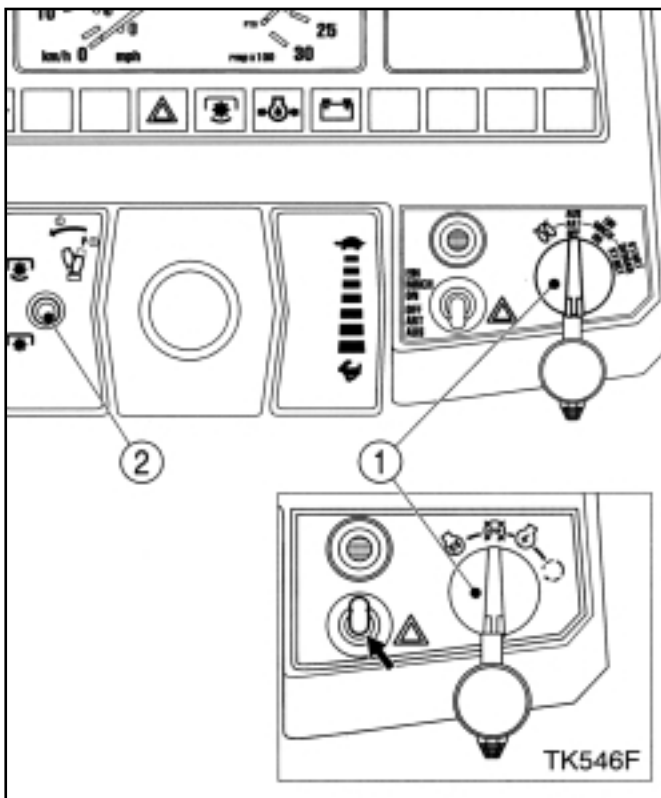

FIG. 37 / ABB. 37 / FIG. 37
2. Combinez les 2 pédales de frein (1) et poussez du pied sur le frein et mettez en même temps le frein à main (2).
3. Placez les leviers du changement de vitesse (3) au point mort.
4. Assurez-vous que le levier de la prise de force arrière (4) se trouve au point mort et que le contacteur (2) de la prise de force (voir Fig. 37) est dans la position ARR.
5. Enfoncez à fond la pédale d'embrayage principale (5) pour débrayer, excepté sur la version HST.
8. Placez les leviers (6) de l'attelage à la position la plus basse.
9. Tournez le démarreur (1) dans la Fig. 37 dans la position de préchauffage pendant 5 à 10 secondes.
11. Tournez le démarreur (1) dans la Fig. 37 vers la position MRCH pour 1 à 2 secondes et tournez-le ensuite dans la position DEMAR. Relâchez le démarreur dès que le moteur tourne.
2. Die Bremspedale (1) mit dem Riegel verbinden und kräftig drücken. Die Handbremse (2) anziehen.
3. Den Wählbereichs- und den Ganghebel (3) beide in die Leerlaufstellung bringen.
4. Sicherstellen, daß sich der Heckzapfwellenhebel (4) in der Leerlaufposition befindet und der Zapfwellenschalter gemäß Abb. 37 auf AUS (2) gestellt ist.
5. Das Haupt-Kupplungspedal (5) ganz durchdrücken, um die Kupplung auszurücken (für HST-Version nicht zutreffend).
8. Positions- und Zugregelungshebel (6) für das Heckhubwerk in die Absenkenposition bringen.
9. Den Zündschalter (1) gemäß Abb. 37 links für 5 - 10 Sekunden auf VORGLÜHEN drehen, bis sich die Anzeigeleuchte einschaltet.
11. Den Zündschalter (1) in Abb. 37 für 1 - 2 Sekunden auf EIN und dann auf "START" drehen. Wenn der Motor anspringt, den Schalter loslassen.
2. Maak de rempedalen (1) aan elkaar vast, druk ze hard in en trek de handrem (2) aan.
3. Zet de hendel voor de groepenschakeling en de versnellingshendel (3) in de vrijstand.
4. Zet de hendel voor de achteraftakas (4) in de vrijstand en de PTO-schakelaar in de OFF stand (2) in Fig.37.
5. Druk de hoofdkoppelingspedaal (5) volledig in om te ontkoppelen, behalve bij het HST-model.
8. Zet de hendels voor de positieregeling en de trekkracht (6) (van de driepuntshefinrichting) in de neerwaartse stand.
9. Draai de contactsleutel (1) in Fig.37 naar links (VOORGLOEIEN-stand) totdat het verklikkerlampje na 5 - 10 seconden brandt.
11. Draai de contactsleutel (1) in Fig.37 naar de ON-stand gedurende 1 - 2 seconden, en draai hem dan in de START-stand. Laat de knop los zodra de motor start.